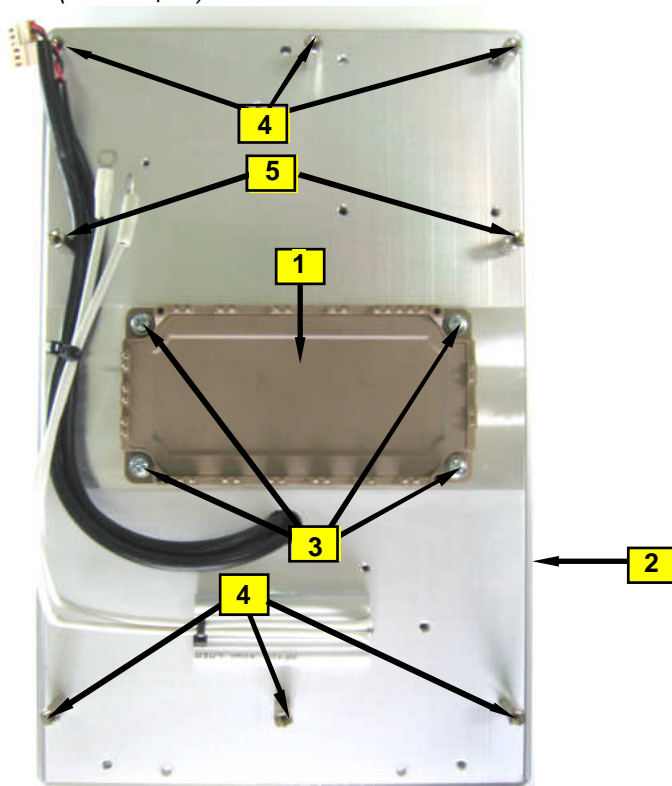

Рис. 7.3
7.2.3. Установить матрицу «1» над отверстиями радиатора (рис. 7.3) и слегка притереть.
7.2.4. Вкрутить четыре винта «3» (рис. 7.3) для предварительного крепления матрицы.
7.3.2. Установить плату драйверов, совместив отверстия платы с резьбовыми отверстиями стоек «4» и «5» (рис. 7.3) и выводами матрицы.